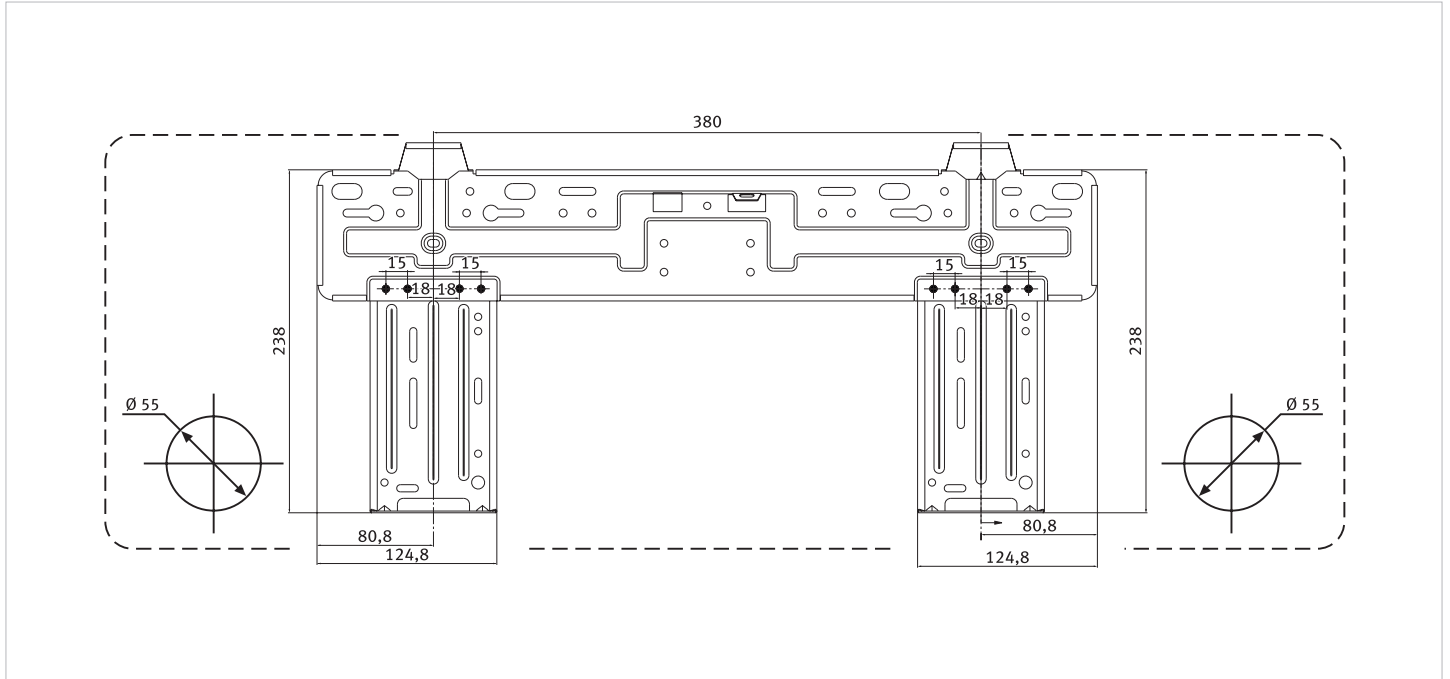

Fig. 9.6 Plaque de montage des modèles 18-025 NWI et 18-035 NWI
Pour procéder au raccordement des conduites par l'arrière, un orifice approprié doit être percé (cf. figures 9.6 et 9.7).
- Percer un orifice possédant le diamètre indiqué sur la figure 9.6 ou 9.7 en formant un légère inclinaison vers l'extérieur.
Le cas échéant, aucun orifice ne doit être percé au mur en raison du fait que l'enveloppe de l'unité intérieure est pourvue de fenêtres qui peuvent être ouvertes pour faire passer les conduites : choisir la fenêtre la mieux adaptée à la position de sortie souhaitée (cf. figures 9.6 et 9.7).